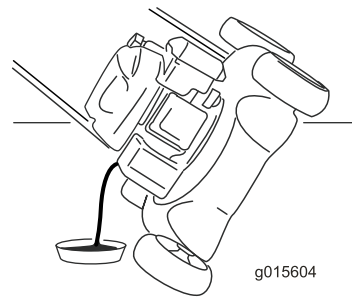

**Figura 24**
3. Girate il tappo in senso antiorario ed estraete l'asta di livello (Figura 24).